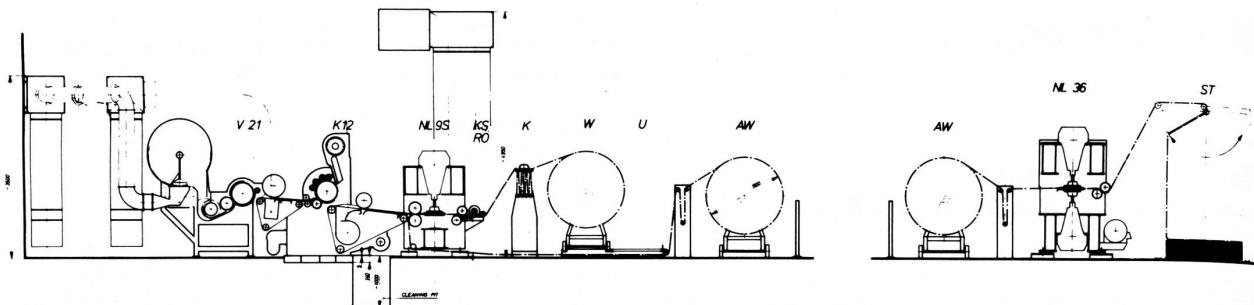

Abb. 3
- Vliese für genadelte Decken (Abb. 3 zeigt eine Non-woven-Anlage zur Herstellung von genadelten Decken)